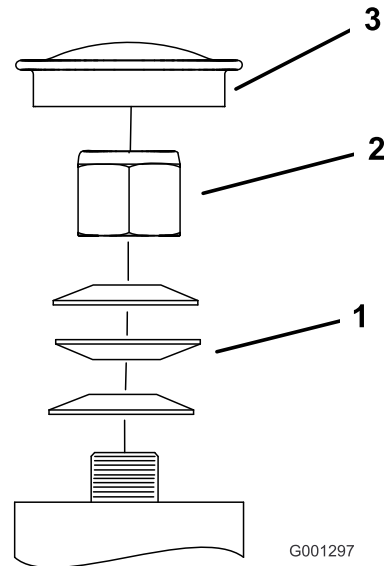
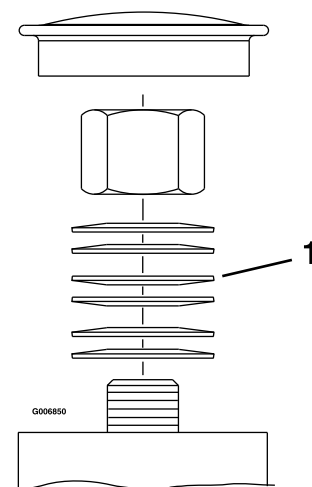

Bild 52
Bild 53
3. Entfernen Sie den Staubdeckel vom Laufrad und ziehen die Sicherungsmutter an (Bild 52 und Bild 53).
4. Ziehen Sie die Sicherungsmutter an, bis die Federscheiben bündig sind. Drehen Sie sie dann um eine Viertelumdrehung heraus, um die Vorlast auf die Lager einzustellen (Bild 52 und Bild 53).
Wichtig: Achten Sie darauf, dass die Federscheiben richtig eingesetzt sind, wie in Bild 52 und Bild 53 abgebildet.